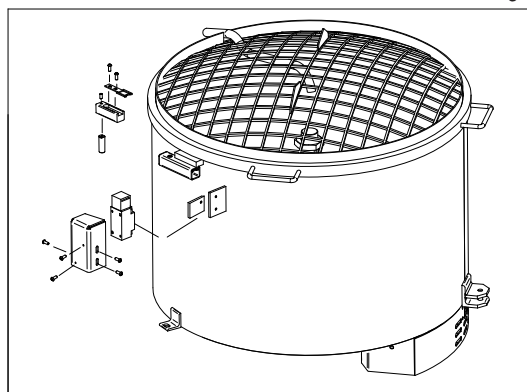
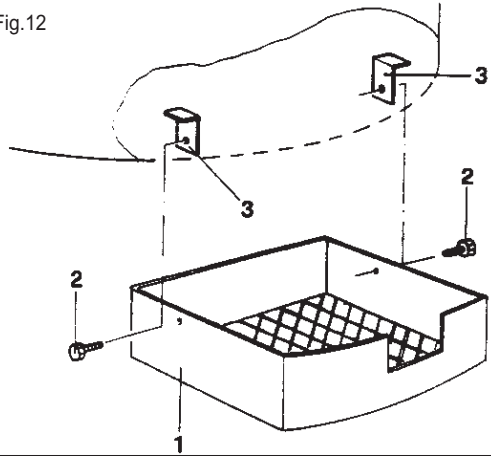

Fig.12
Fig.13
- Para rellenar el depósito o cambiar el aceite, utilizar el tubo de carga Ref. 1 Fig. 12 al cual se accede levantando el cárter del motor.
11.2 EXTRACCION DE LA PROTECCION DE LA BOCA (REF. FIG. 12)
- Para colocar de nuevo la protección, centrar los orificios de ésta con los orificios de los enganches ref. 3 y bloquear con los tornillos Ref. 2. Utilizar una llave N_ 13.
11.3 SUSTITUCION DE LAS PALAS DE MEZCLA (Ref. Fig. 13)